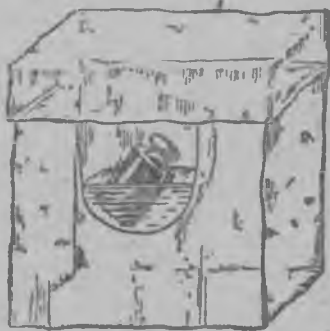

Рис. 211.
10. 1 кг пайноне 100° суате ләммитеттү латуня гийра он панду йиәхвезех калориметрах (рис. 211) (йиә палах он кайветту сувеннус и катетту тойзел йиә паладә. Айя-го грамчуа йиәдә сулау тәс калориметрас, если гийран температура аленоу 0° суате?)